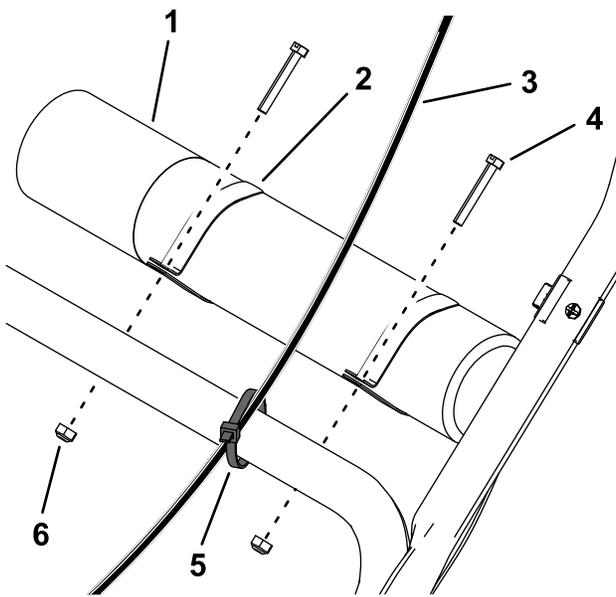

Рисунок 4
2. Прикрепите трос дроссельной заслонки поверх нижней рукоятки при помощи кабельной стяжки (**Рисунок 4**).
- Наденьте хомуты на тубус для хранения *Руководства оператора* и установите его на верхнюю часть нижней рукоятки, используя 2 болта со шлицевыми головками и 2 контргайки (Рисунок 4).